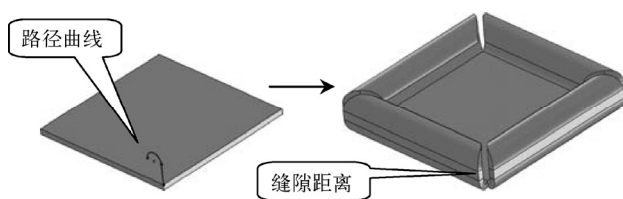

图 6-55 设置缝隙距离的作用
- 当选择多条斜接边线时, “缝隙距离”文本框用于设置多条边线所延伸出的斜接法兰间的缝隙距离, 如图 6-55 所示。